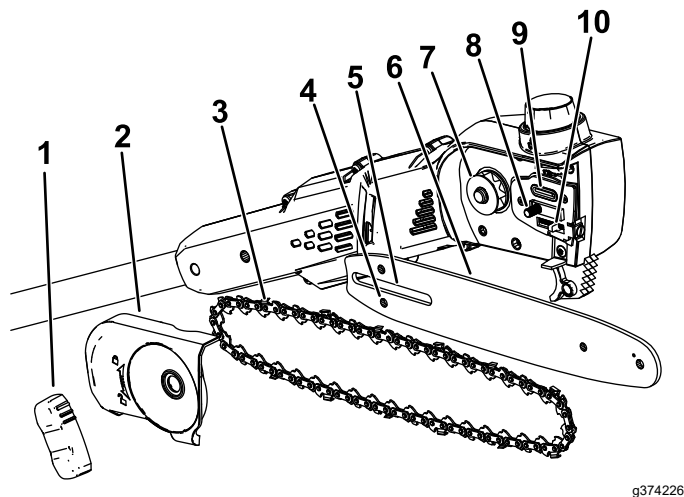

Figure 19
2. Pour retirer le couvercle latéral, tournez le bouton du couvercle du guide-chaîne dans le sens antihoraire jusqu'à ce qu'il soit possible de retirer le bouton, puis retirez le couvercle latéral (Figure 19).
7. Contrôlez la sortie d'huile (Figure 19) et enlevez les débris éventuellement présents.
Important: Vérifiez que le goujon de réglage de la chaîne est bien inséré dans la fente correspondante sur le guide-chaîne (Figure 19). Il faudra éventuellement tourner la vis de réglage de tension de la chaîne pour pouvoir passer le goujon dans la fente du guide.